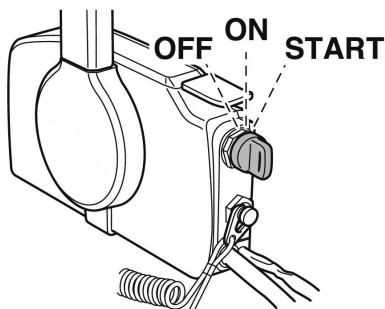

Рис. 26 Положения ключа зажигания
Система зажигания управляет ключом зажигания. Положения ключа зажигания показаны на Рис. 26.
- Переведите ключ зажигания в положение ON (Рис. 26).
- Переведите ключ зажигания в положение OFF (Рис. 26). Двигатель должен остановиться.